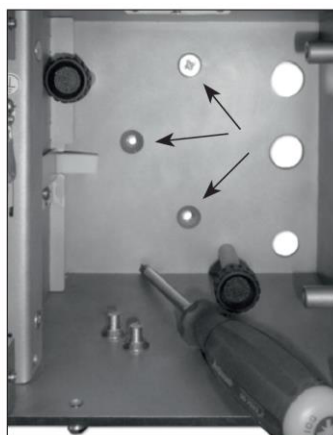

Abb. 2
- 3) Anschließend die weiteren Schrauben mit dem Flansch verbinden. Sämtliche Schrauben kraftschlüssig festziehen (Abb. 2).